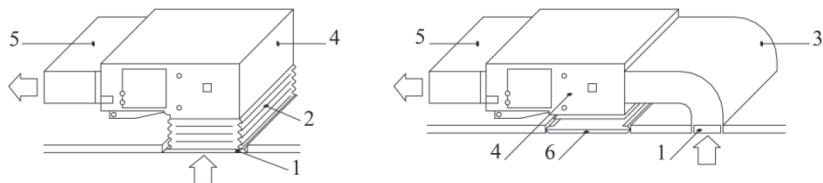

Рисунок 12
5. Метод монтажа можно выбрать с учетом параметров здания, условий обслуживания и т. д., как показано на рис. 12.